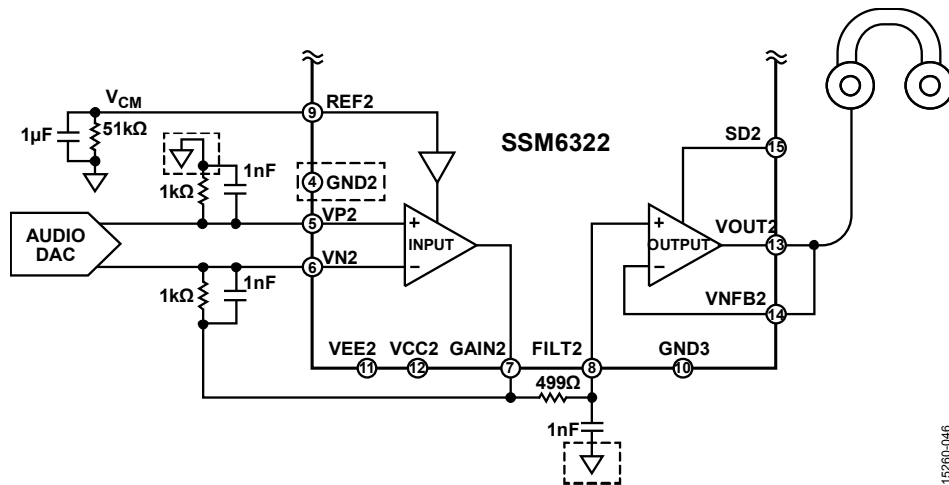

图48. 输入级的检测地
- 输入级的检测接地对外部干扰敏感。在 PCB 布局中,建议检测接地以输出接口接地为基准(在高保真耳机驱动器应用中,输出接口是插孔)。如图 48 所示,虚线轮廓包围的接地是输入级检测接地,它必须直接连接到插孔接地。请注意,图 48 只显示了一个通道;对于另一个通道,应单独将其检测接地连接到插孔接地。